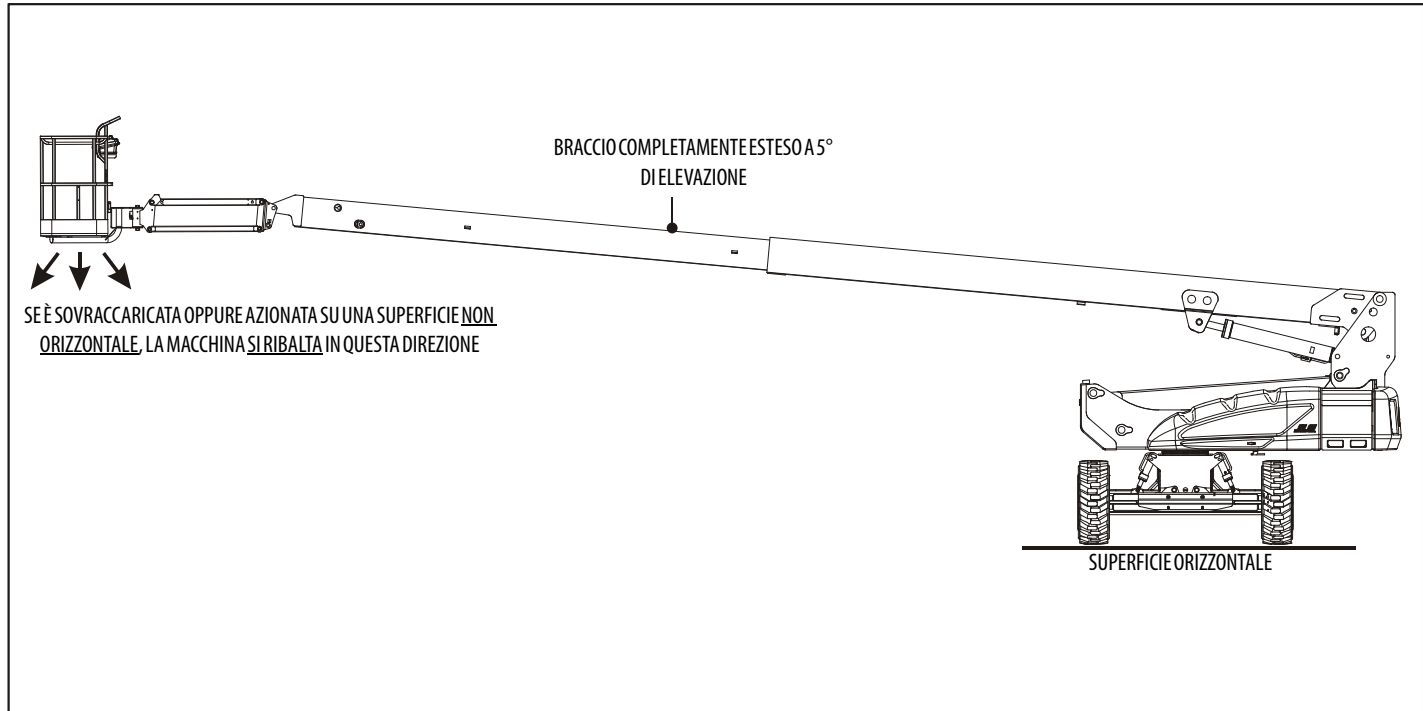
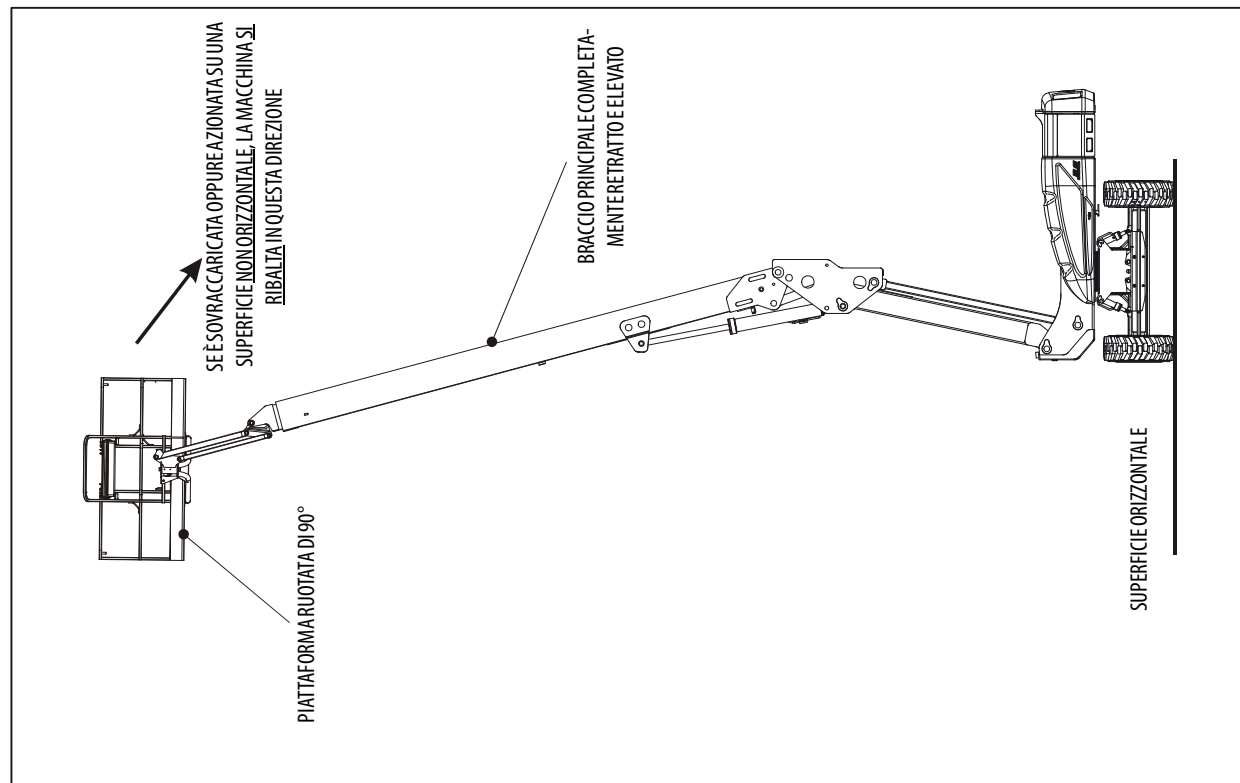

Figura 4-1. Posizione corrispondente alla stabilità minima in avanti
Figura 4-2. Posizione corrispondente alla stabilità minima all'indietro
La stabilità della macchina si basa su due (2) condizioni, dette stabilità IN AVANTI ed ALL'INDIETRO. La posizione corrispondente alla stabilità minima IN AVANTI della macchina è illustrata nella (Vedi Figura 4-1.), mentre quella corrispondente alla stabilità minima ALL'INDIETRO è illustrata nella (Vedi Figura 4-2.)